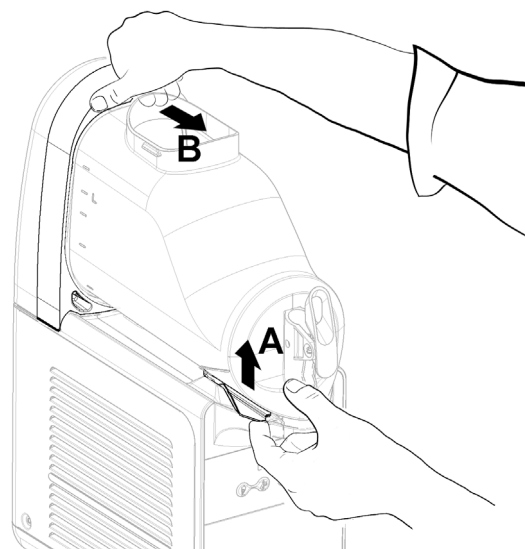
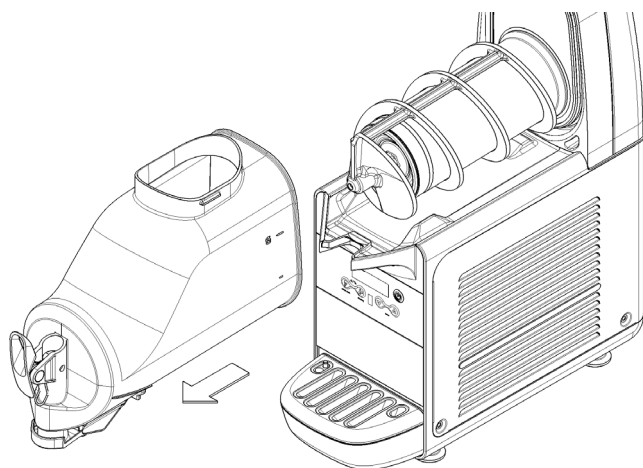

figura 3
figura 4
- 2 Per smontare il contenitore è necessario spingere verso l'alto l'apposita leva (vedere figura 3) e quindi sfilare il contenitore stesso (vedere figura 4).